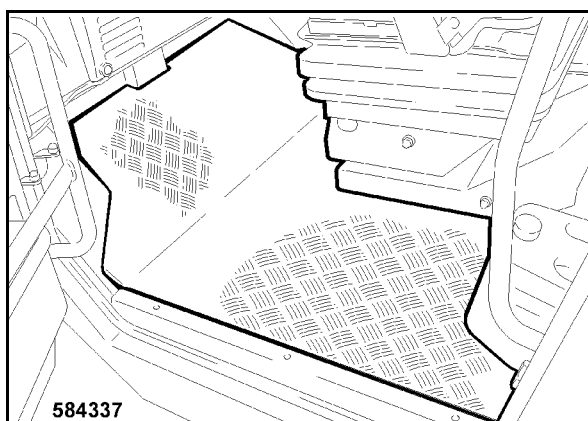

Fig. 212
- Colocar la estera 1 (Fig. 212).